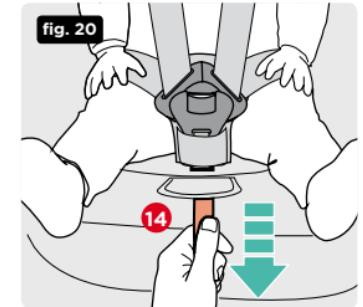

fig. 20
- Retire a cinta de ajuste do arnês (14) para permitir uma tensão e ajuste adequados ao corpo da criança (fig. 20).
- Puxe os protetores de ombros para baixo (3) para garantir que estão colocados corretamente.